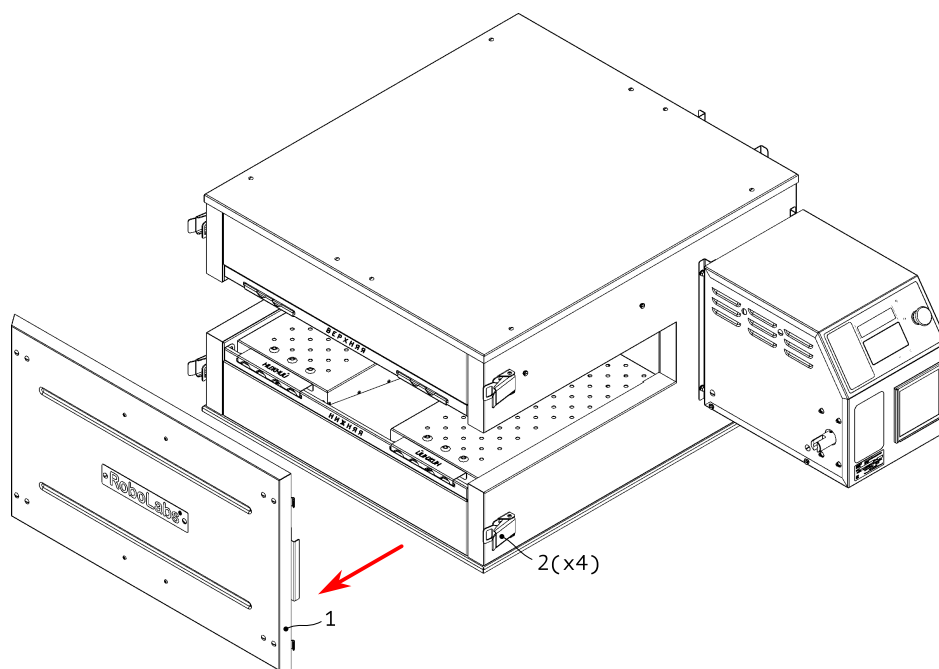

Рисунок 4
5. Снимите дверь (1), открепив защёлки (2), см. Рис. 4.